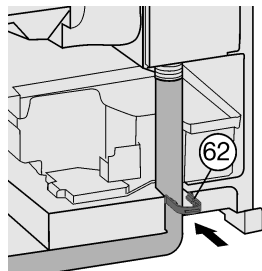

Fig. 19*
- Fixer le clip à cran d'arrêt Fig. 19 (62).*